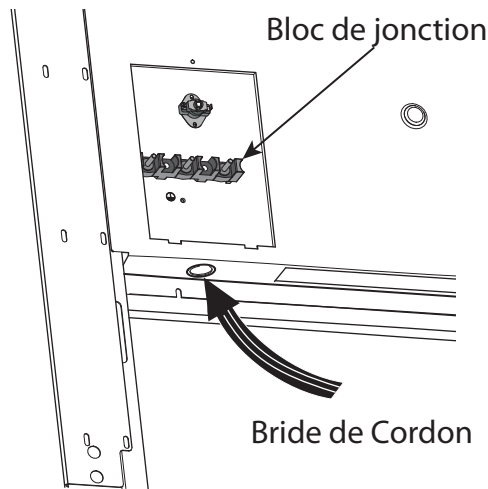

Figure 16 : Emplacement de la bride de cordon
Localisez le bloc de jonction à l'arrière de l'appareil et enlevez le couvercle (consultez la *Figure 16*). Le conduit doit être fixé à la boîte de connexion à l'aide d'un connecteur de conduit approuvé. L'extrémité libre du conduit de câbles doit être branchée à un bloc de jonction installé dans la zone d'alimentation électrique, comme illustré sur la *Figure 4 à la page 8*.
Installez une bride de cordon (non fourni) dans le trou de 1 po (25,4 mm) de diamètre situé sous le bloc de jonction (voir *Figure 16*). Le câblage de l'appareil doit être acheminé au bloc de jonction par le conduit et à travers la bride de cordon. Les extrémités des fils doivent être munies de cosses en boucle de 1/4 po, préférablement soudées sur place. Faites les connexions au bloc de jonction fourni.
1. Repérez le bloc de jonction à l'arrière de l'appareil et enlevez le couvercle (voir *Figure 16*).
3. Installez une bride de cordon (non fournie avec la cuisinière) dans le trou de 1 po (25,4 mm) de diamètre situé sous le bloc de jonction, dans le panneau arrière (voir *Figure 16*). Faites passer les fils par la bride de cordon.